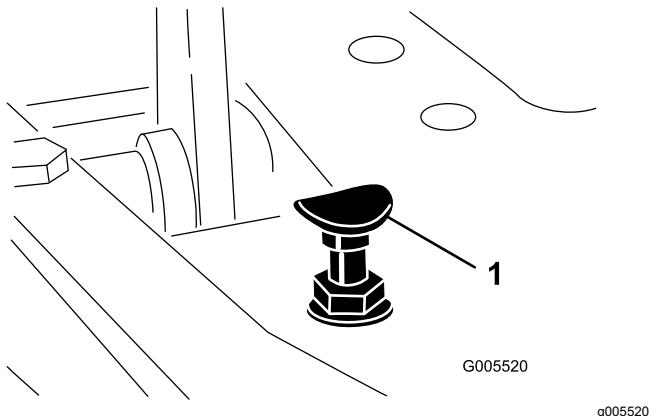

Bild 43
Stellen Sie den Funktionsschalthebel in die TRANSPORT-Stellung und treten Sie auf das Fahrpedal, um die maximale Transportgeschwindigkeit zu erreichen. Wenn das Pedal den Anschlag erreicht (Bild 43), bevor das Kabel gespannt ist, führen Sie folgende Einstellungsschritte aus:
1. Stellen Sie den Funktionsschalthebel in die TRANSPORT-Stellung lösen Sie die Sicherungsmutter, mit der der Pedalanschlag an der Bodenplatte befestigt ist (Bild 43).